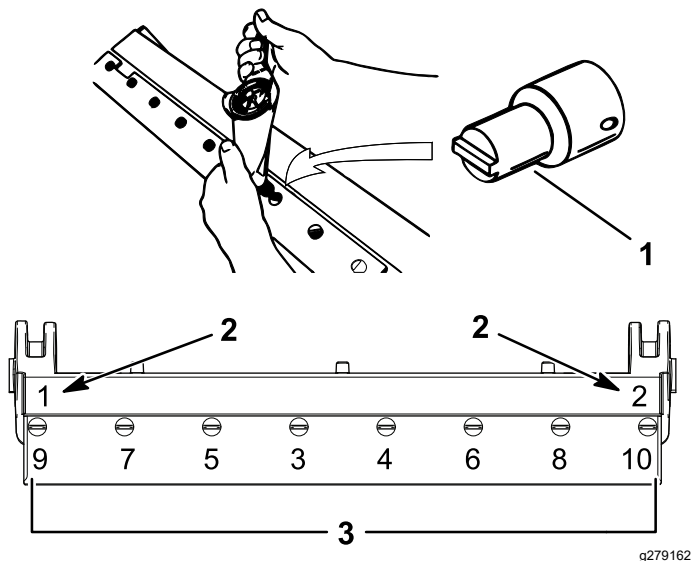

Figura 33
- A. Aperte os dois parafusos exteriores com 1 N·m; consulte a Figura 33.
- B. Trabalhando a partir do centro da lâmina, aperte os parafusos com 23 a 28 N·m; consulte a Figura 33.